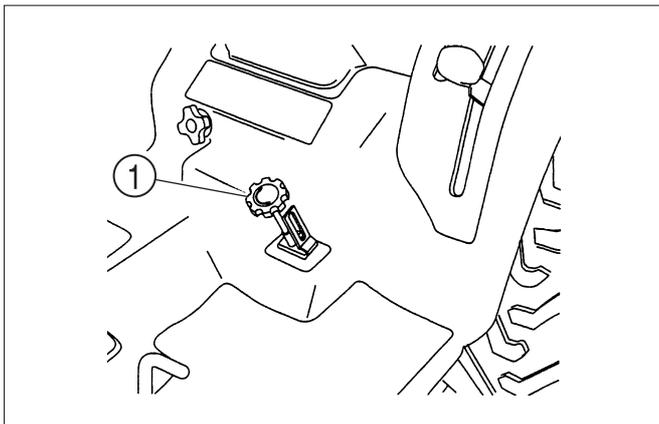

FIG. 27
**FIG. 27 :** La molette de commande de hauteur de coupe, 1, ajuste la hauteur de coupe pour la plate-forme de tondeuse à montage central. Tourner la molette dans le sens des aiguilles d'une montre abaisse la hauteur de coupe de la plate-forme de tondeuse et la tourner dans le sens contraire des aiguilles d'une montre va relever la hauteur de coupe de la plate-forme de tondeuse.